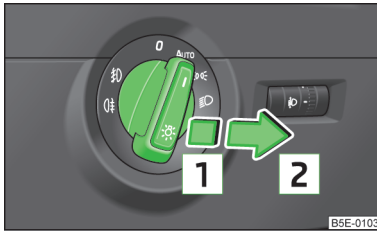

Abb. 32
- Den Lichtschalter in Stellung **AUTO**,  oder  » **Abb. 32** drehen.
- Den Lichtschalter in Stellung **AUTO** oder  bzw.  » **Abb. 32** auf Seite 54 drehen.